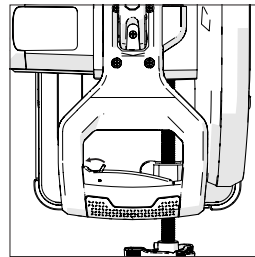

Fig. 12
- Empuje el bloqueo de seguridad en el lado izquierdo del gatillo interruptor hacia la izquierda (**Fig. 12**).